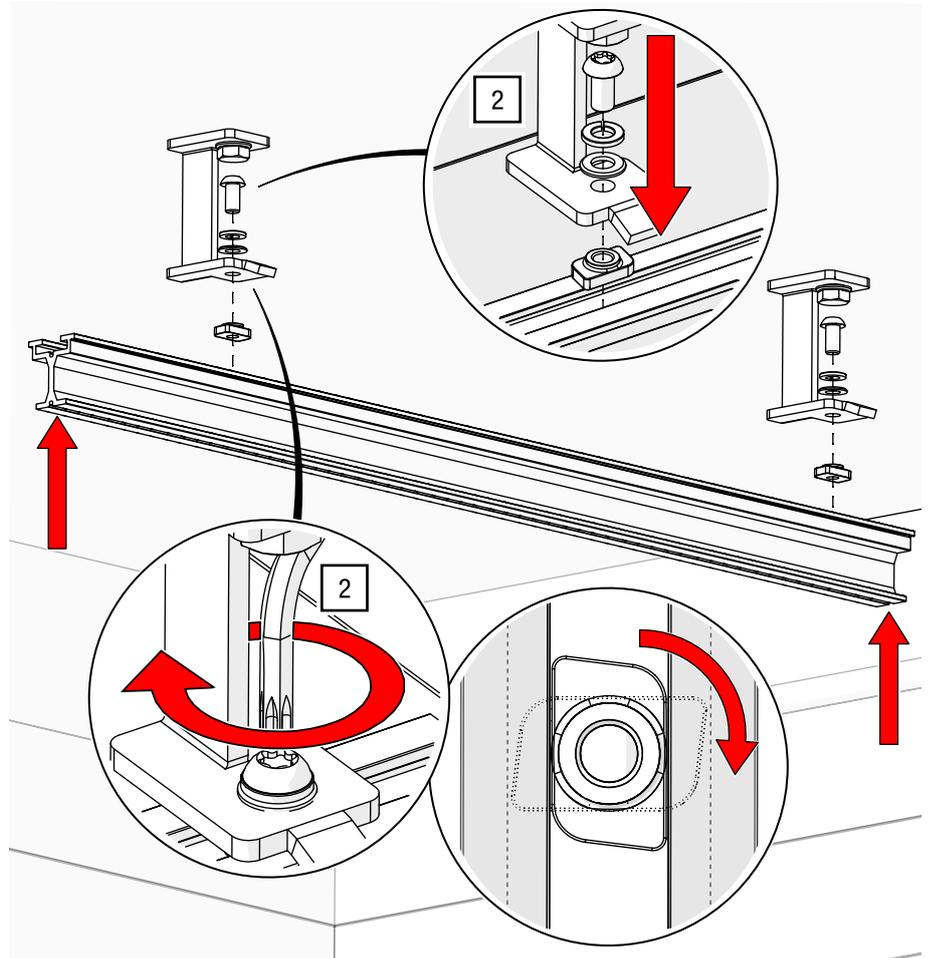

Abb. 62: Abhängung für Seilführung – Schiene verschrauben
2. Legen Sie den Nutenstein in die TRUMPF 95 Profilschiene und fixieren Sie die Schiene an der Abhängung mit einem TORX®-Schlüssel T40 (OSF – Gabelschlüssel SW 5) und 27 Nm (siehe Abb. 62).